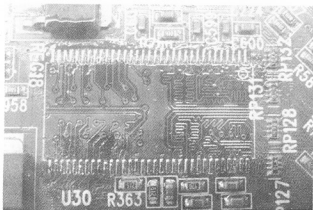

图 4-15 光亮饱满的焊盘
(4) 将焊盘涂少量焊膏, 用烙铁把焊盘拖得光亮、饱满, 如图 4-15 所示。